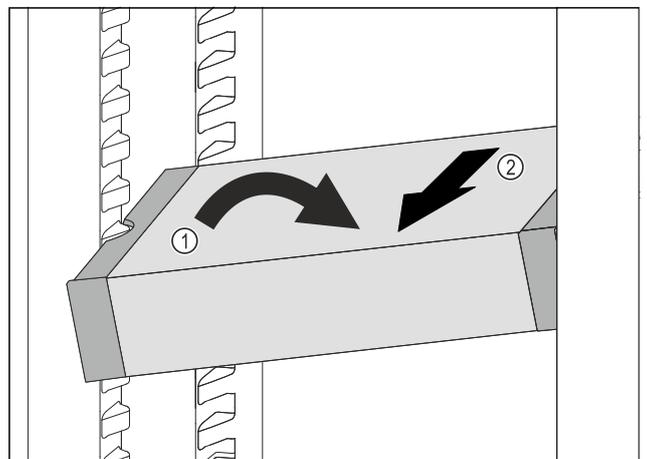

Fig. 88
- ▶ Coloque el VarioSafe inclinado en el compartimento frigorífico. Fig. 88 (1)
- ▶ Extraiga el VarioSafe hacia delante. Fig. 88 (2)